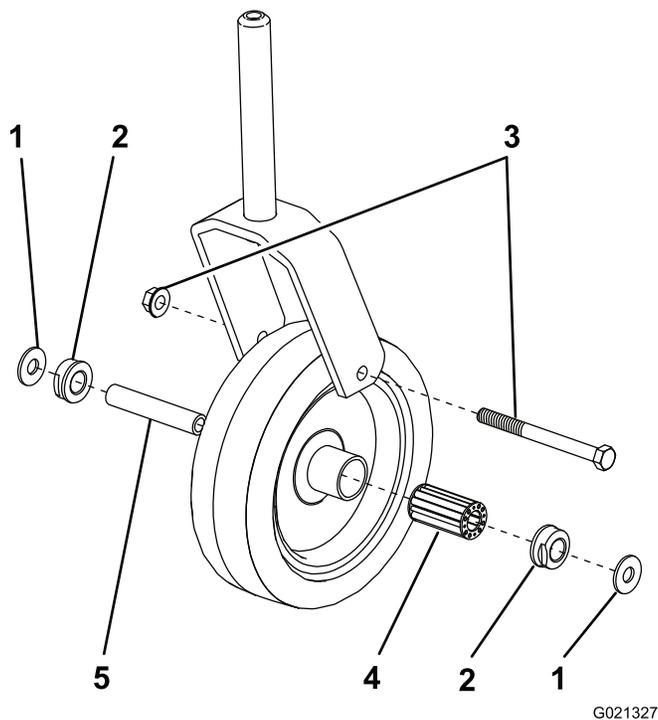

Figura 26
1. Retire el tornillo de caperuza y la contratuerca que sujetan la rueda giratoria y las 2 arandelas en la horquilla de la rueda (Figura 26).
2. Retire el casquillo intermedio del cubo de la rueda (Figura 26).
- Retire el casquillo del cubo de la rueda y deje que se caiga el cojinete (Figura 26). Retire el casquillo del otro lado del cubo de la rueda.